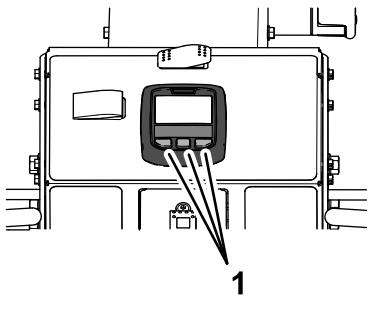

Bild 31
- Drücken Sie eine beliebige Taste auf dem InfoCenter (Bild 31).